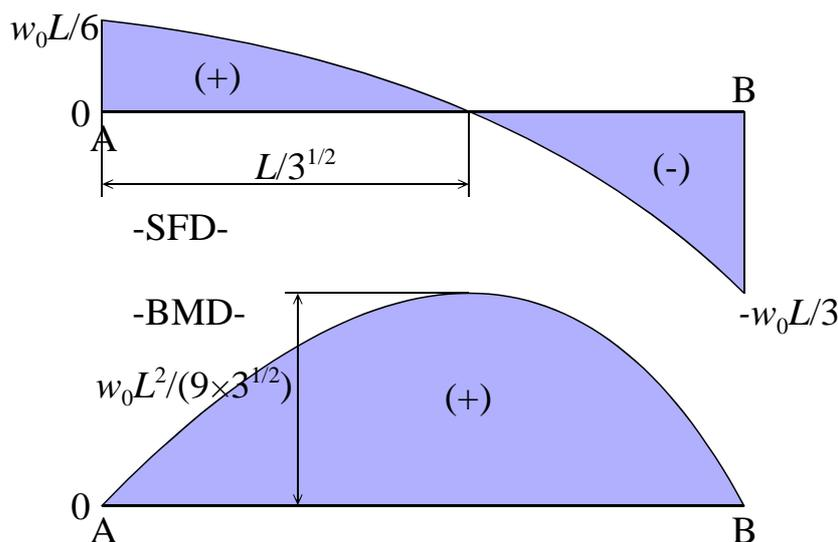

図 8: SFD と BMD
となります。式 (12) から明らかなように、 $x = L$  で曲げモーメントは零になります。せん断力が零の点、すなわち、 $x = L/\sqrt{3}$  で曲げモーメントは最大値をとり、その値は  $M_{max} = w_0L^2/9\sqrt{3}$  になります。ちなみに、式 (11) および (12) から SFD と BMD を描くと、図 8 のようになります。